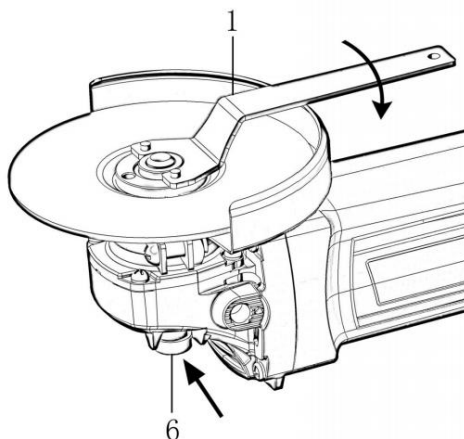

Fig 4
2. För att dra åt den yttre flänsen, tryck på axellåset ordentligt så att spindeln inte kan lossna, använd sedan låsmutternyckeln och dra åt den ordentligt medsols. (Fig. 4)